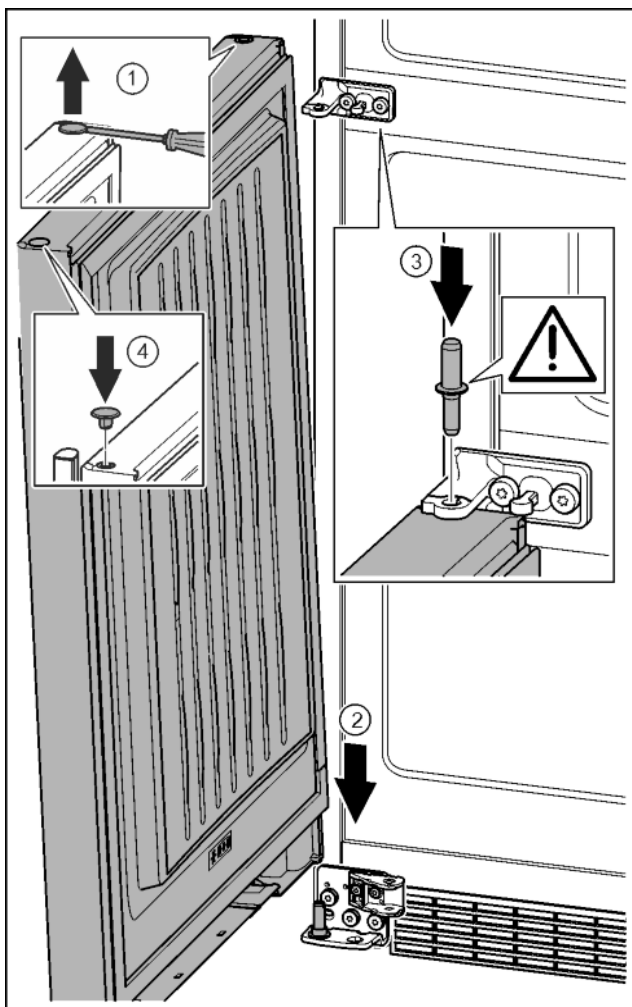

Fig. 38
- ▶ Stop voorzichtig met een sleufschroevendraaier optillen en eruit trekken. Fig. 38 (1)
- ▶ Deur van boven op de onderste lagerbout plaatsen. Fig. 38 (2)
- ▶ Het midden van de lagerbout door het midden van de lagerbus in de onderste deur aanbrengen. Let op dat de vergrendelnok naar achter wijst. Fig. 38 (3)
- ▶ Stop op de andere deurzijde weer aanbrengen. Fig. 38 (4)